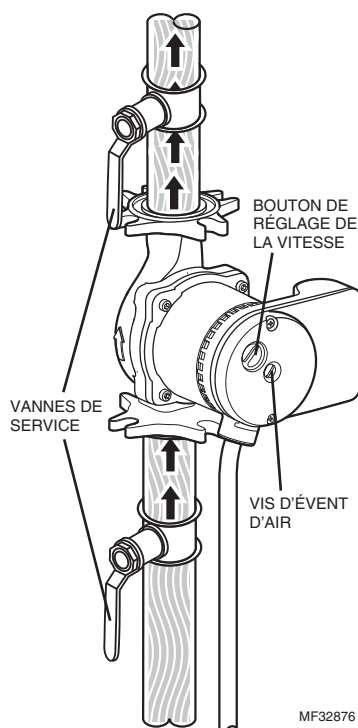

Fig. 9. Purger le circulateur en desserrant la vis d'évent d'air.
- Tourner le bouton de réglage de la vitesse dans le sens horaire pour augmenter la vitesse (voir la Fig. 9).
Rotor/arbre coincé	<ul style="list-style-type: none"> Isoler la pompe de l'alimentation. Retirer la vis d'évent (voir la Fig. 9). Tourner l'arbre dans le sens horaire à l'aide d'un petit tournevis. Visser la vis d'évent. Mettre la pompe en marche.